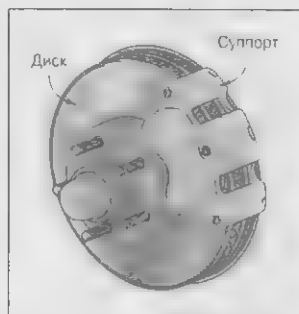

Рис. 4.13. Типичный дисковый тормоз
4. На колесах устанавливаются **дисковые** и **барабанные** тормоза. Для простоты я буду рассматривать только дисковые тормоза (барабанные тормоза работают по аналогичному принципу — подробности в главе 10). Дисковый тормоз представляет собой плоский стальной диск, расположенный между парой **тормозных колодок** (рис. 4.13). Эти колодки находятся в тормозном суппорте, сжатием из одного или нескольких поршней. Когда диск начинает вращаться, действие тормозной жидкости и прижимают к диску тормозные колодки.